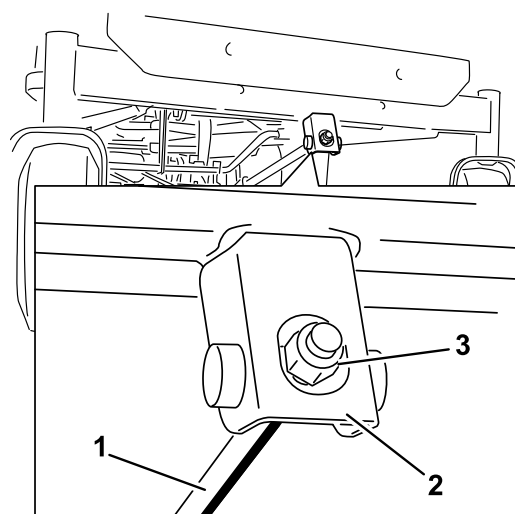

Bild 53
6. Drehen Sie für das Einstellen der Schnittmesserneigung in Längsrichtung die Einstellmutter vorne am Mähwerk (Bild 53).